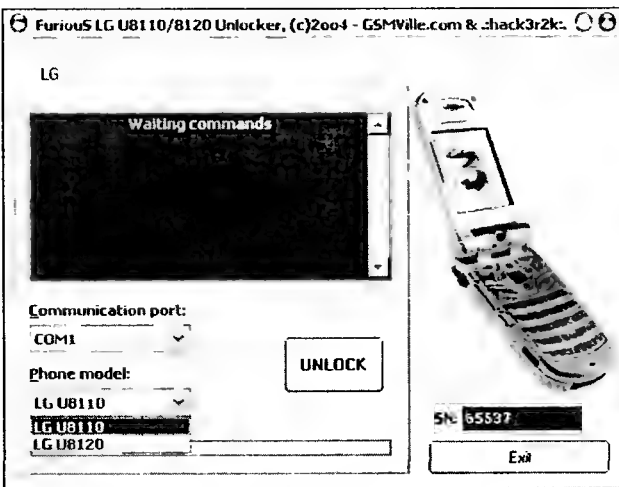

Рис. 4.26
- программа разблокировки для телефонов LG U8110/8120 — см. рис. 4.26